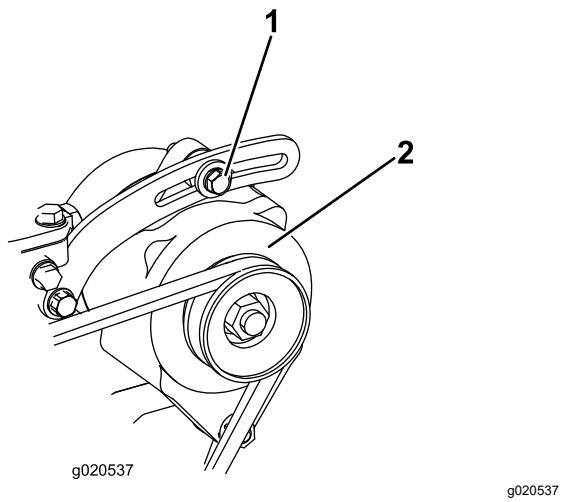

Bild 141
1. Lockern Sie bei einer Durchbiegung von mehr oder weniger als 10 mm die Befestigungsschrauben der Lichtmaschine (Bild 141).